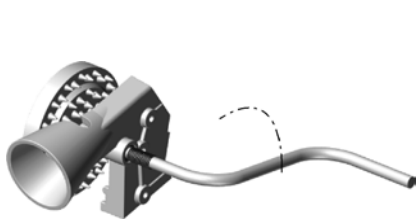
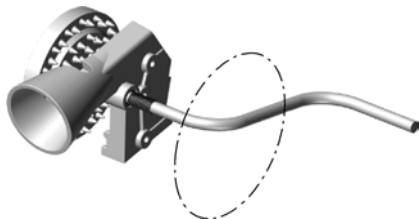

图 8-30 动画的关联路径
图 8-31 动画的非关联路径
- **创建动画的关联路径：**只在动画模式中有用，用于创建所选角色的动画运动路径，如图8-30所示（此时，在动画演示的过程中，动画路径会跟随角色延伸）。
- **创建动画的非关联路径：**只在动画模式中有用，用于创建所选角色动画运动的非关联路径，如图8-31所示（所谓非关联，即在演示动画时，路径不跟随角色的运动而实时更新，是一个静态的路径。图8-30和图8-31所示都是360°的旋转，可见到在角色运动的过程中，路径是不同的）。